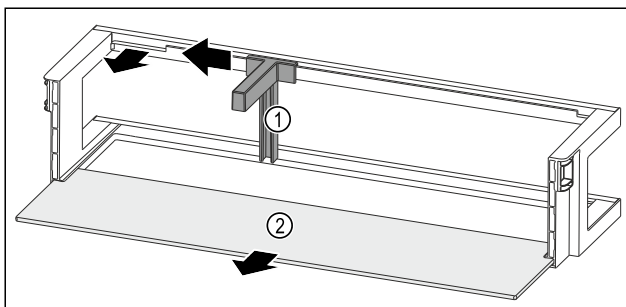

Fig. 90 Türabsteller mit Flaschenhalter und Abstellfläche
- Flaschenhalter Fig. 90 (1) bis zur Aussparung zur Seite schieben.
- Flaschenhalter Fig. 90 (1) entnehmen.
- Abstellfläche Fig. 90 (2) entnehmen.